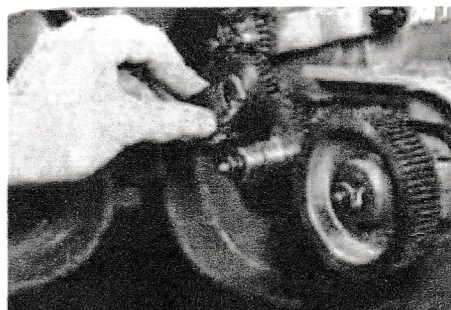

Fig. 8
Le **GROUPE DE PIGNONS REVERSIBLE (3)** se retourne (par exemple pour s'accoupler avec le pignon de 57 dents) pour sélectionner la gamme des avances fines. (Voir les Figures 8, 9 et 10). Le retrait de la barrette qui retient le Groupe d'engrenage (3), permet de modifier le rapport du train d'engrenage.